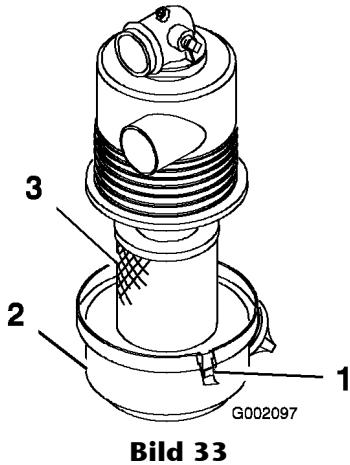

Bild 33
ist. Trennen Sie die Abdeckung vom Körper ab. Reinigen Sie die Innenseite der Luftfilterabdeckung (Bild 33).
- Schieben Sie den Filter vorsichtig aus dem Körper heraus, um das Losrütteln von Staub zu minimieren (Bild 33). Vermeiden Sie ein Anstoßen des Filters am Filterkörper.